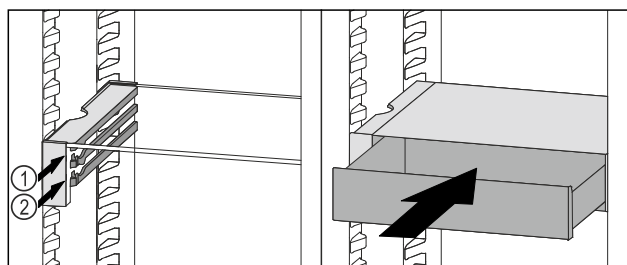

Fig. 121
- Nasaďte zásuvku VarioSafe za zářezky na požadovaném žebro Fig. 121 (1) nebo Fig. 121 (2).